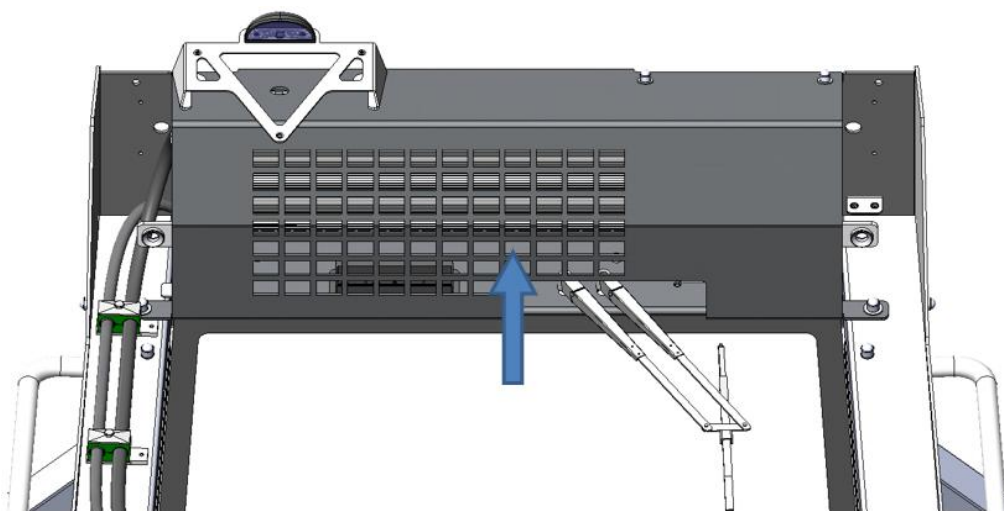

Рисунок 3.39. Конденсор системы кондиционирования воздуха
- ▶ Осмотрите конденсор на наличие загрязнений, см. рис. 3.39.
- ▶ При обнаружении загрязнений очистите конденсор сжатым воздухом в направлении стрелки снизу вверх, см. рис. 3.39.